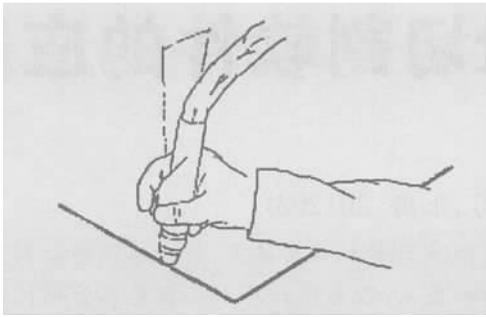

图7 正确的操作姿势
a. 手持割炬与工件边缘接触并稍向切割方向倾斜如图 7 所示。按动割炬开关电弧引燃后将割炬垂直并匀速运动即能进行切割。